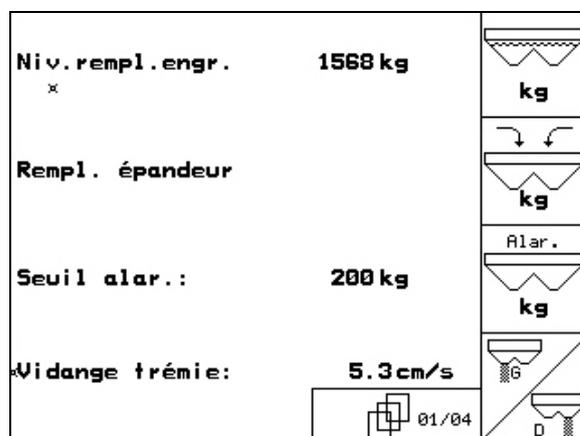

Fig. 67
- Dans le menu Données machine, page une  (Fig. 67).
Validez la quantité d'engrais ajoutée (Fig. 67).